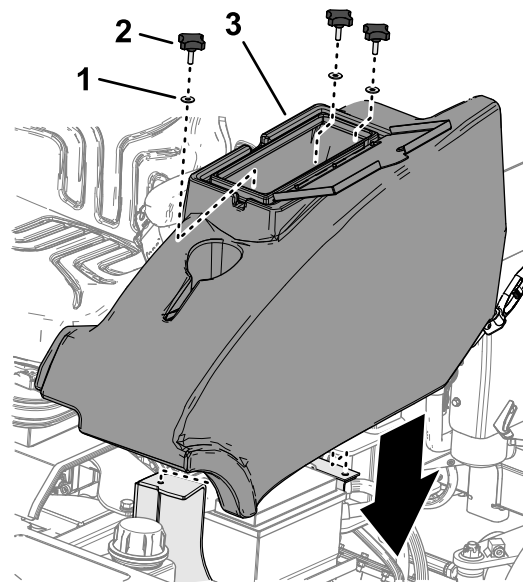

Figura 26
2. Monte el compartimento de almacenamiento en la máquina con los 3 pomos y 3 arandelas (Figura 26).